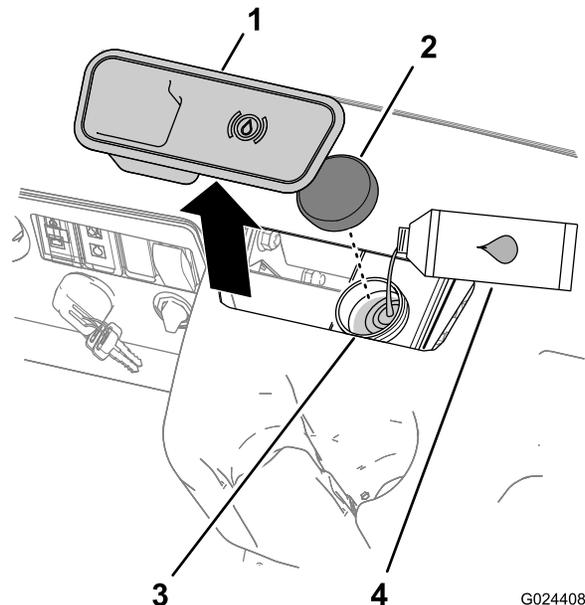

Bild 14
2. Entfernen Sie die Gummiblende in der Mitte oben am Armaturenbrett, um an den Hauptbremszylinder und den Behälter zu gelangen (Bild 14).
- Reinigen Sie den Bereich um den Behälterdeckel und nehmen den Deckel ab (Bild 14).
- Schrauben Sie den Behälterdeckel wieder auf (Bild 14).